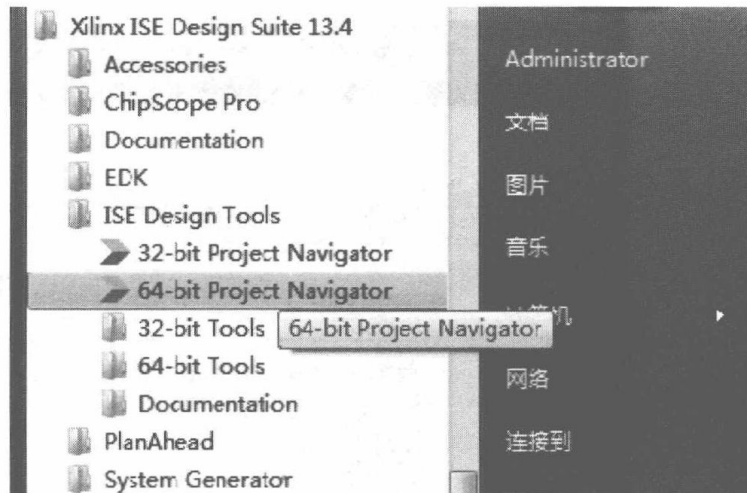

图 1-5 打开 Xilinx ISE 软件
(1) 在“开始”菜单中找到 Xilinx ISE 开发软件并点击打开，如图 1-5 所示。